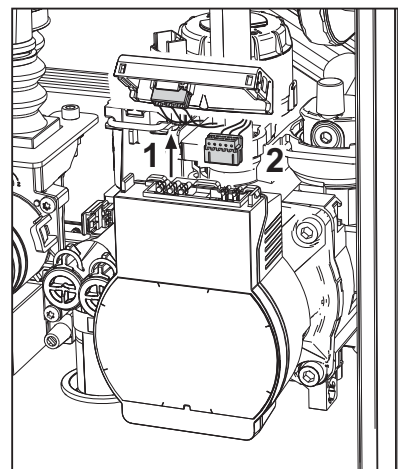

fig. 31
- Sconnettere elettricamente il circolatore sbloccando le connessioni alzando il partecolare "1" di fig. 31.